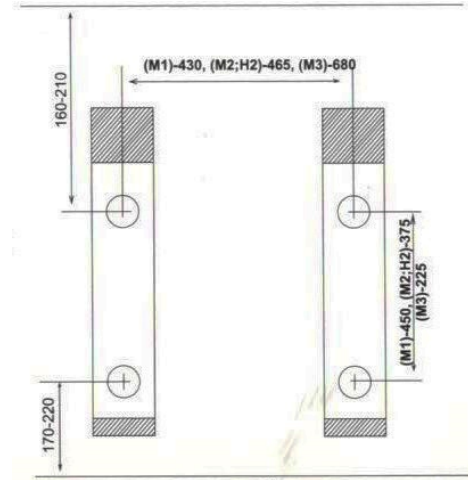

Рис. 1
4.2 Для настенного размещения закрепить кронштейн к стене (рис. 1)